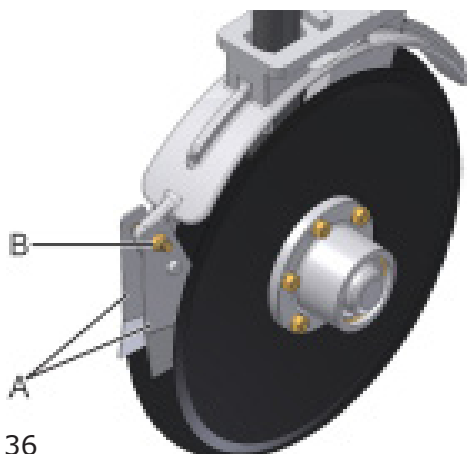

fig. 36
Realice periódicamente el ajuste de los limpiadores (A) (fig. 36) de los discos dobles de abono y semilla desfasados. Para hacer el ajuste de los limpiadores, apriete el tornillo y la tuerca (B). Ajustarla para mantener la eficiencia de limpieza. No apriete en demasía eso puede ocasionar el desgaste excesivo de los limpiadores (A).